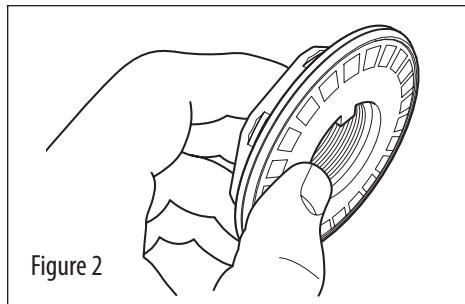

Figure 2
2. Placez la rondelle plate à l'arrière de l'écrou d'axe (voir figure 2).